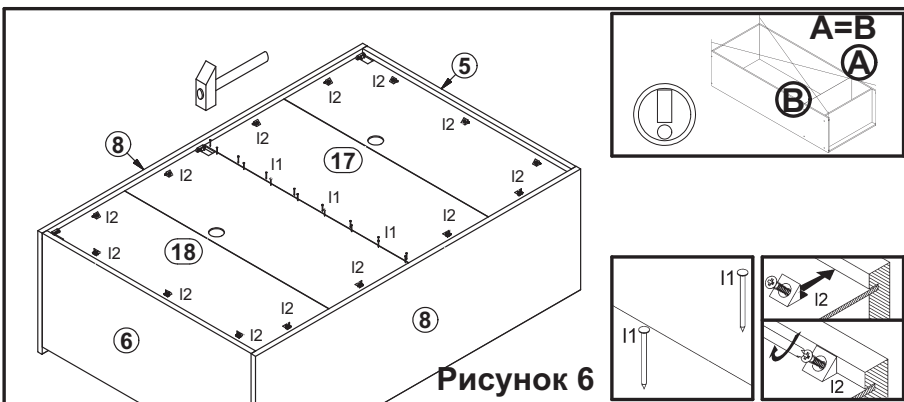

Рисунок 6
13. Положить корпус изделия фасадными кромками вниз на ровную поверхность и выровнять его, измеряя рулеткой расстояние между противоположными углами по диагонали. Расстояния должны быть равными (см. рис. 6).
14. Закрепить стенки задние **17, 18** на корпусе изделия гвоздями **l1** с шагом **80-120 мм** и элементами крепления задней стенки **l2** (см. рис. 6).